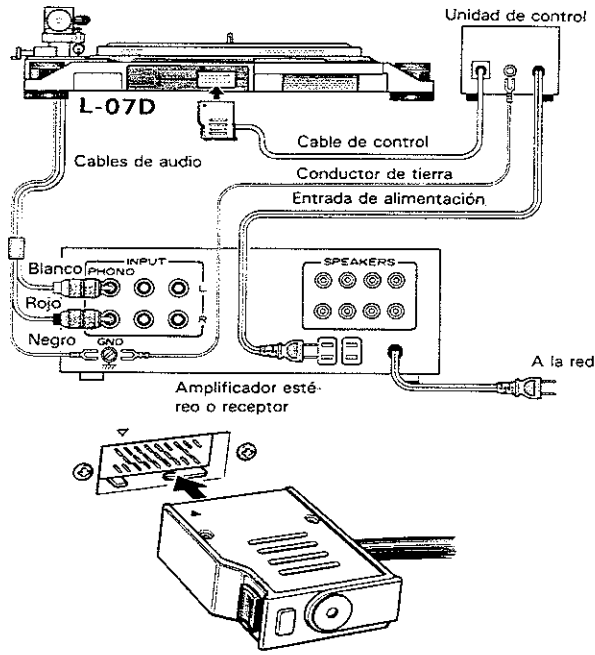

Fig. 9
- 1 Conecte el cable de control al conector situado en la parte posterior del giradiscos. Como se muestra en la vista aumentada de la Fig. 9 el conector y la toma tienen marcas ▼. Inserte el conector de forma que estas marcas ▼ queden alineadas. Cuando el conector esté completamente insertado, se trabará. Para desconectar el conector, presionar el mando situado en el conector del cable de control y tirar del conector hacia afuera.